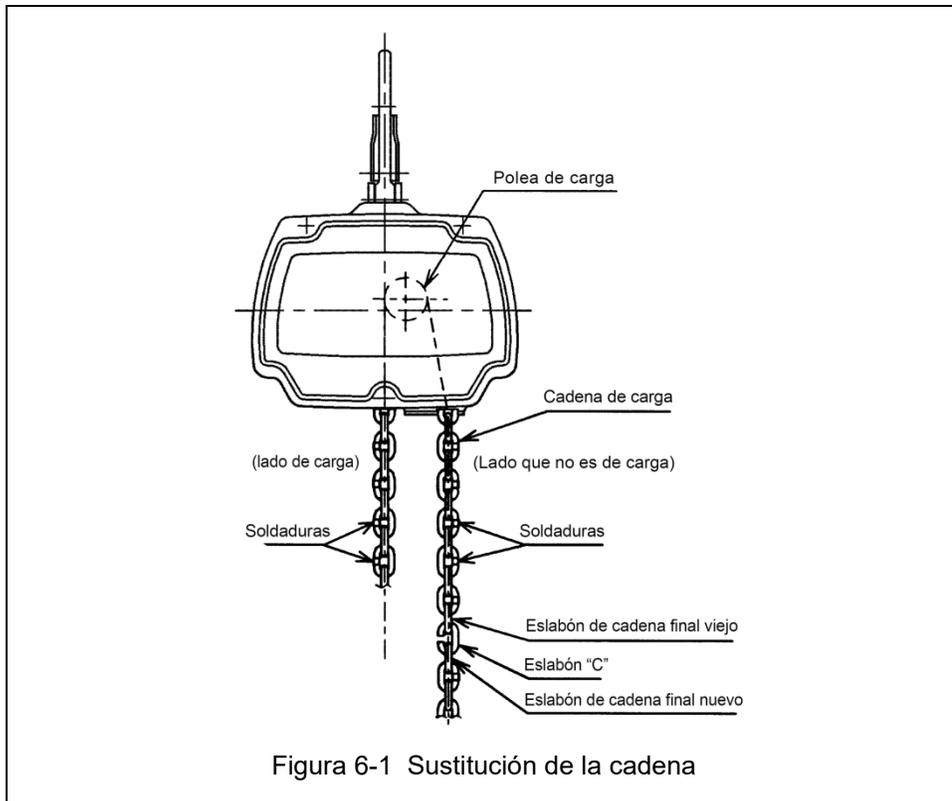

Figura 6-1 Sustitución de la cadena
- Aplique grasa lubricante Harrington (pieza núm. ER1BS1951) o un equivalente a una grasa de litio general, NLGI No. 0, a las superficies de los rodamientos de los eslabones de la cadena de carga, según se indica en las áreas sombreadas en la Figura 6-1. También aplique grasa en las áreas de la cadena de carga (áreas sombreadas en la Fig. 6-1) que hacen contacto con la polea de carga. Asegúrese de aplicar grasa a las áreas de contacto en los bolsillos de la polea de carga.
- 5) Con un eslabón C, sujete la cadena nueva al eslabón final de la cadena vieja por el lado opuesto al de carga. El eslabón final de la nueva cadena de carga debe conectarse de modo tal que las porciones soldadas de los eslabones verticales de la cadena de carga estén orientados hacia afuera a medida que pasan por la polea. Consulte la Figura 6-1.